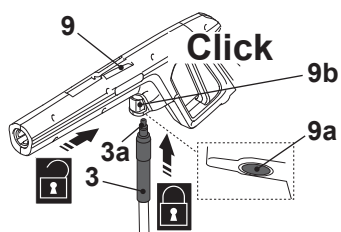

Fig. 2
1. Introduceți conectorul (3a) al furtunului de presiune (3) în portul de conectare al furtunului (9a) al pistolului de pulverizare (9). Asigurați-vă că se fixează în poziție (Fig. 2). Apăsăți pe butonul de eliberare (9b) pentru deblocare dacă este necesar.